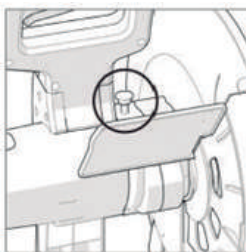

Fig. 3
- Presione el botón de bloqueo del eje para fijarlo en su lugar (Imagen 3).
- Presione el botón de bloqueo del eje para bloquearlo en su lugar (Imagen 3).